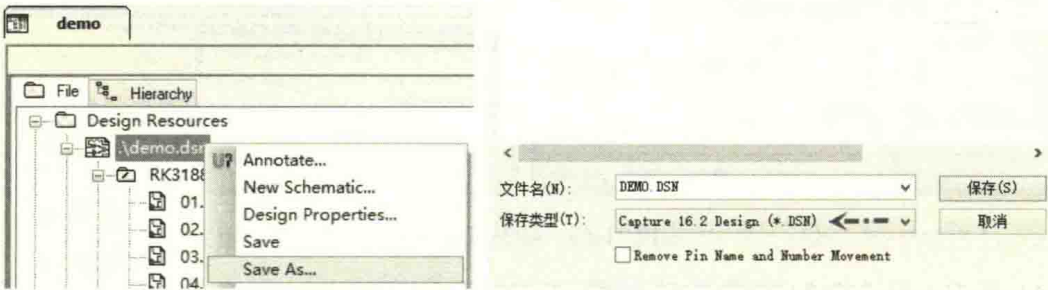

图 11-61 另存为 OrCAD 的低版本
(1) 用 OrCAD 原理图转换成 Altium Designer 原理图时，一般有版本要求，最好是 16.2 及以下版本。用 OrCAD 打开原理图之后，在主菜单上单击鼠标右键，另存为一个 16.2 版本，如图 11-61 所示。